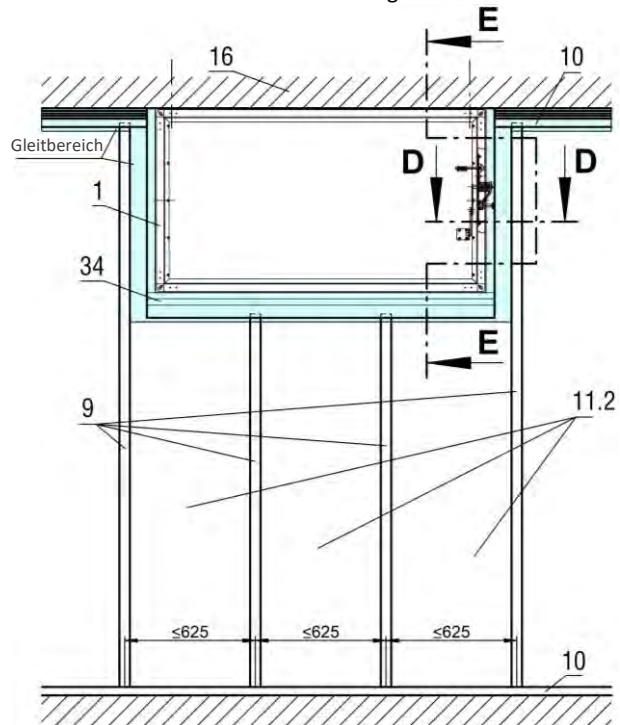
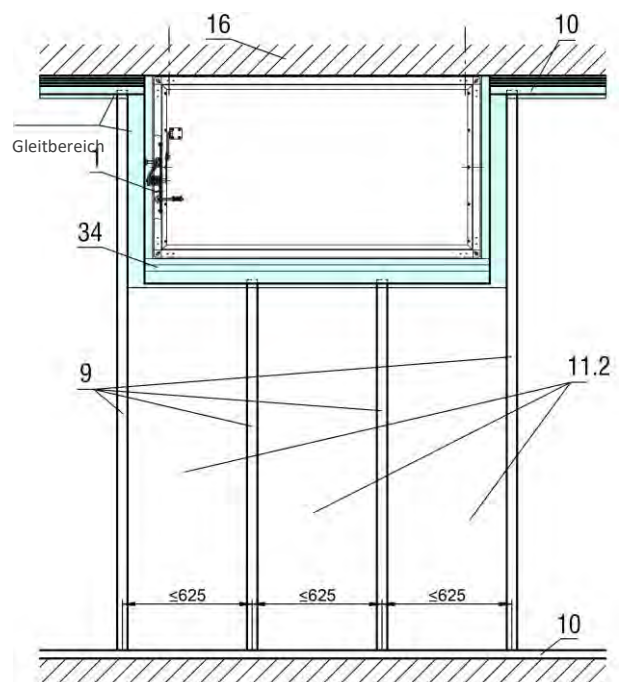

Abbildung 59: Metallständerwerk mit erforderlichen Auswechslungen für Einbausatz Typ GDL (dargestellt BxH 1500x800; R08 - R11 bzw. R58 - R61)
Abbildung 60: Metallständerwerk mit erforderlichen Auswechslungen für Einbausatz Typ GDL (dargestellt BxH 1500x800; R12 - R15 bzw. R62 - R65)
Im Gleitbereich (s. Abbildung 59 + Abbildung 60) hat der Einbau der Metallständerprofile nach Wandherstellernangaben zu erfolgen. Jegliche Befestigung der Beplankungen dürfen in diesem Bereich nicht vorgenommen werden.
- Einbringen der Mineralwolle (Pos. 11.2). Diese ist im gekennzeichneten Bereich (Abbildung 59) immer vorzusehen.
- Montage der beidseitigen Beplankungen (Pos. 12). Verschraubungen dürfen im gekennzeichneten Bereich (Gleitbereich; Abbildung 59) nicht vorgenommen werden. Beplankungen und CW-Ständerprofile sind um das Durchbiegungsmaß verkürzt einzubauen. Seitlich sind die Beplankungen bis 2^{+1} mm an den Einbausatz Typ GDL heranzuführen. Die Befestigung der Beplankung darf nur in den CW-Ständerprofilen erfolgen, mit einem auf das Durchbiegungsmaß (≥ 10 mm bis ≤ 20 mm) bezogenen Abstand zum UW-Anschlussprofil bzw. U-Profil (Pos. 34.8), um ein einwandfreies Gleiten dieser zu ermöglichen.